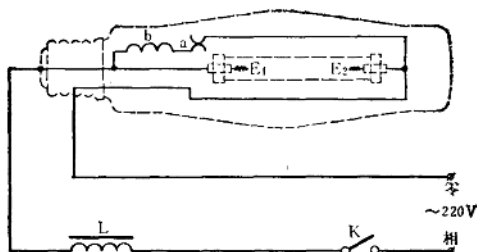
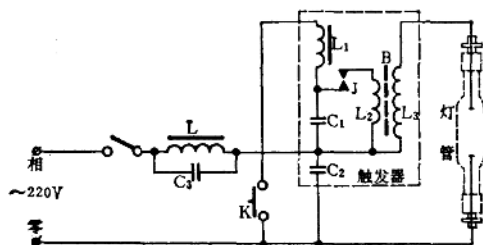

图 39-2-7 高压钠灯工作线路
图 39-2-9 1000 W 钠铊铟灯工作线路
如图 39-2-7 所示，当灯接入电源后，电流流经双金属片 a 和加热线圈 b，使双金属片受热后由闭合状态而断开，在镇流器 L 两端产生的脉冲高压，使灯点燃。灯启点后，放电的热量使双金属片保持在断开状态。高压钠灯由点亮到稳定工作约需 4~8 分钟。高压钠灯的镇流器也可借用相同规格的荧光高压汞灯镇流器，但此时高压钠灯的功率小于额定值，且镇流器容易损坏。
a. 钠铊铟灯 ① 400 瓦钠铊铟灯的工作线路可参照图 39-2-7,其启动和再启动性能与高压钠灯相似。② 1000 瓦钠铊铟灯须加触发器启动,工作线路见图 39-2-9 所示。灯的启动过程为:接通电源,按下触发按钮 K,由于振子触点 J 周期性地吸合、断开, J、C₁、L₂ 构成一个衰减式振荡回路,其振荡频率由 C₁、L₂ 决定。B 的次级圈 L₃ 上将感应出 10 千伏的高频高压,灯管在此电压作用下即点燃发光。
(2) 振动子型触发器。小功率管形氙灯启动均用此类触发器,其工作原理可参阅图39-2-9。